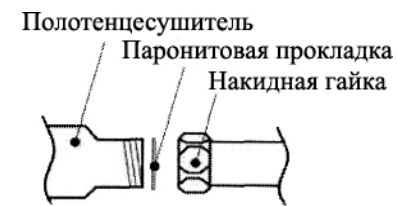
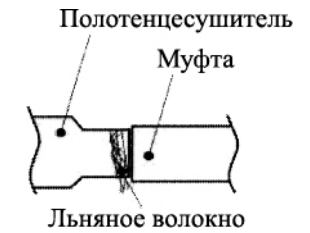

Рис.3
Рис.4
4.5. Соединение полотенцесушителя с трубопроводами следует производить нержавеющей или хромированными латунными фитингами. При применении фитингов с накидными гайками уплотнение производится с помощью паронитовых прокладок, как показано на Рис.3. В этом случае, перед установкой полотенцесушителя, убедитесь, в отсутствие заусенцев и острых кромок на торце изделия и подводящих трубопроводов. При необходимости обработайте торцы плоским: напильником с мелкой насечкой. Допускается присоединение полотенцесушителя с помощью муфт. При этом уплотнение достигается подмоткой на резьбу ленты ФУМ или льняного волокна, как показано на Рис.4.